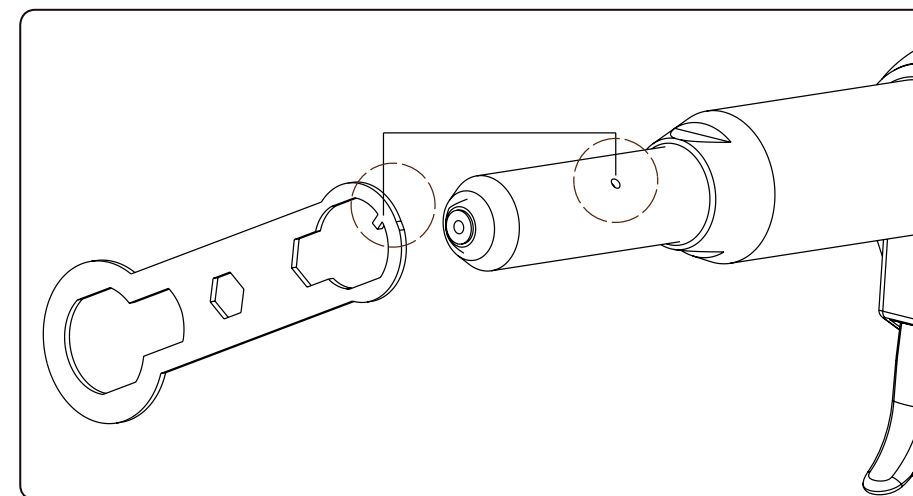
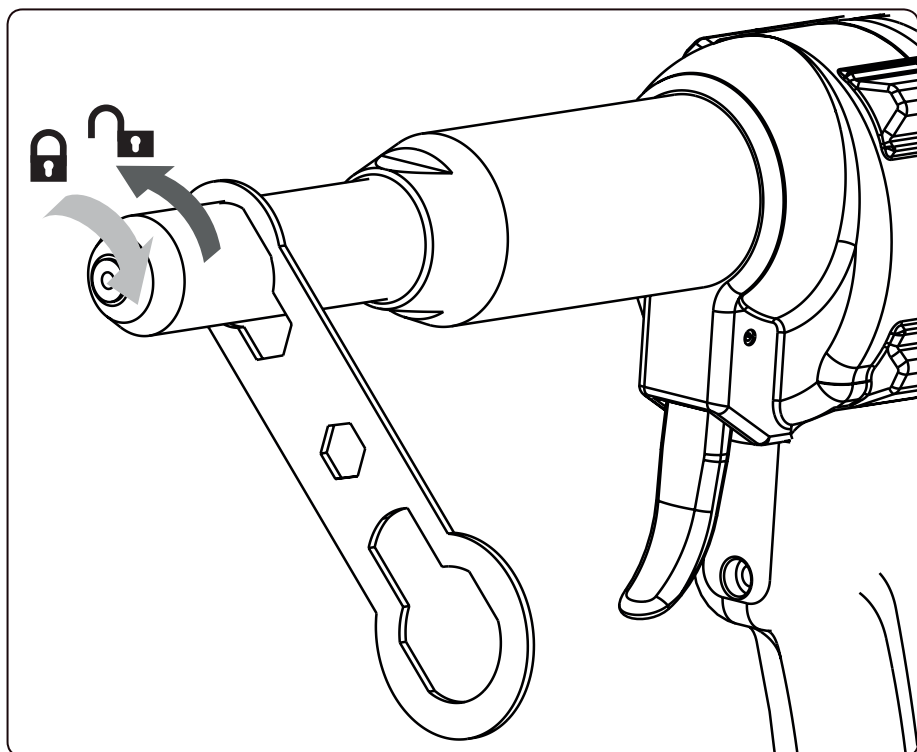

Fig.7, colocación del tope de la llave en el orificio del cañón
Fig.8, desenroscado/enroscado del cañón
- Si necesita acceder a las pinzas (parte 3, fig.8) u otra parte, desenrosque el cañón con la llave suministrada. Para que se pueda desenroscar el cañón con la llave, el saliente en la llave se debe insertar en el orificio en el cañón como tope (fig.7). Antes de cambiar las piezas, apriete y suelte el disparador. Asegure la lubricación suficiente de las piezas en el cañón de la pistola remachadora, sobre todo, después de su cambio. Para la lubricación se debe usar la vaselina para máquinas.